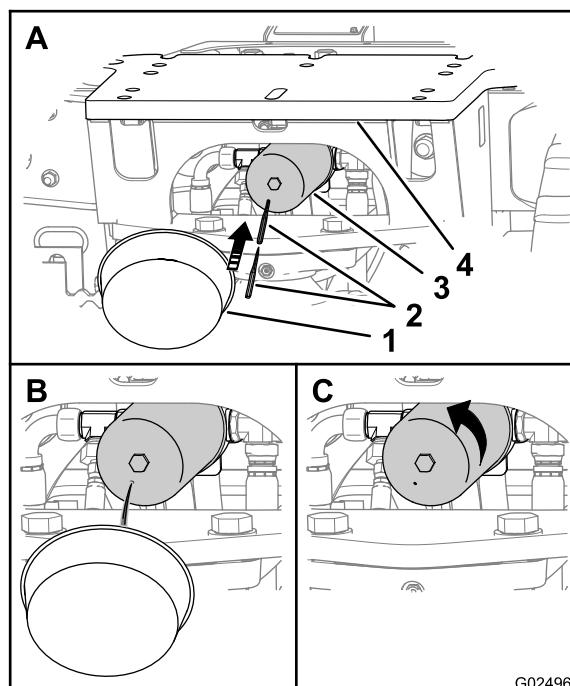

Figura 117
Nota: Potete accedere al filtro di ritorno idraulico da sotto la piastra di attacco posteriore della macchina (Figura 117).
1. Mettete un contenitore sotto il filtro di ritorno idraulico (Figura 117).
5. Punzionate la base del filtro di ritorno idraulico e lasciate defluire il fluido idraulico restante nel contenitore (Figura 117).
3. Ruotate il filtro di ritorno idraulico in senso antiorario e rimuovetelo (Figura 117).